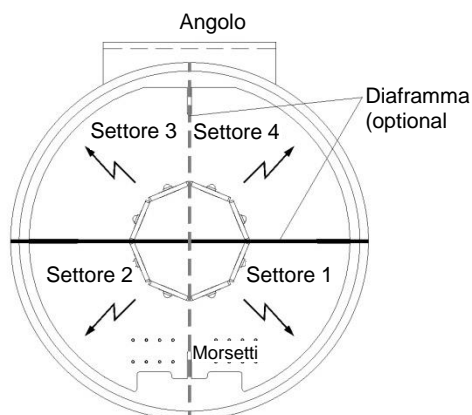

Figura 2 - Suddivisione in settori dell'emittenza luminosa
Una volta applicata la tensione di esercizio in una delle tre modalità opzionali (luce rotante, luce lampeggiante, luce flash), il segnale di allarme visivo viene generato e indicato attraverso 16 LED. I led formano due file orizzontali luminose. Le file sono suddivise in settori; 1 settore è sempre costituito da 4 LED. Dei 4 settori, è possibile disattivarne 1 o 2; vedere Figura 2 - Suddivisione in settori dell'emittenza luminosa. Ciò può servire per ridurre al minimo l'assorbimento di potenza delle direzioni di emissione necessarie o per impedire informazioni errate o abbagliamento. Le modalità operative, il disinserimento dei settori e l'attivazione di una possibile regolazione notturna dell'intensità di luce si possono configurare tramite i commutatori tipo DIP-switch. In un ambiente oscuro, la regolazione notturna dell'intensità della luce corrisponde a < 50 Lux.
- L'emittenza luminosa è suddivisa in 4 settori (vedere Figura 2 - Suddivisione in settori dell'emittenza luminosa) Ogni settore può essere disattivato individualmente. Tuttavia non è possibile disattivare più di 2 settori insieme. In questo caso la regolazione viene ignorata e tutti i settori rimangono attivi. In questo modo si ha la certezza che, indipendentemente dalle impostazioni del commutatore, almeno 2 settori rimangono attivi.